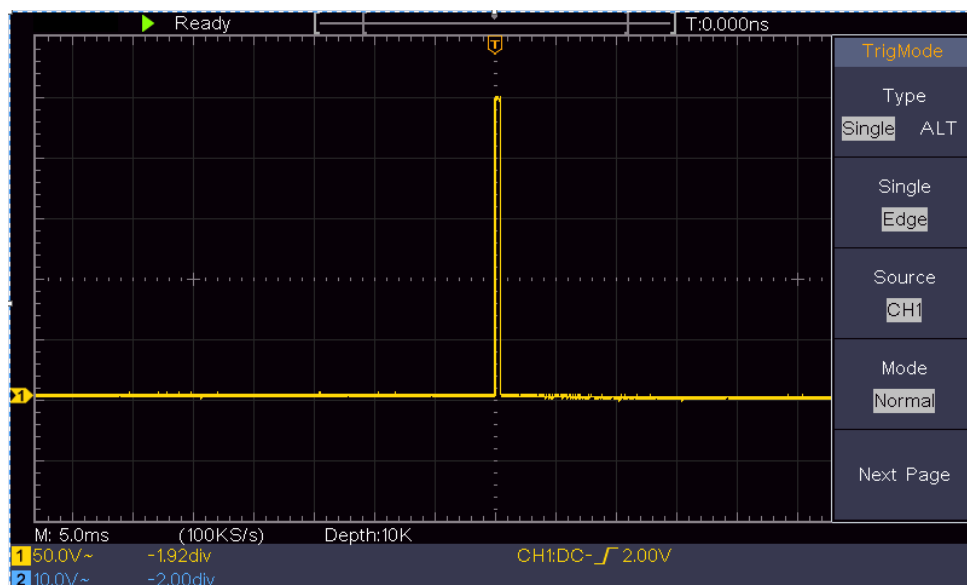

Figura 0-3 Cattura di un singolo segnale
- (2) Regolare le manopole **Vertical Scale** e **Horizontal Scale** per impostare un adeguato intervallo verticale e orizzontale per il segnale da osservare.
- (3) Premere il pulsante **Acquire** per visualizzare il menu di destra.
- (4) Nel menu di destra, seleziona **Acqu Mode** come **Peak Detect**.
- (5) Premere il pulsante **Trigger Menu** per visualizzare il menu di destra.
- (6) Nel menu di destra, selezionate **Type** as **Single**.
- (7) Nel menu di destra, seleziona **Single** as **Edge**.
- (8) Nel menu di destra, selezionate **Source** come **CH1**.
- (9) Nel menu di destra, premere **Next Page**, selezionare **Coupling** as **DC**.
- (10) Nel menu di destra, selezionare **Pendenza** come ( crescente).
- (11) Girare la manopola **Trigger Level** e regolare il livello di trigger al 50% circa del segnale da misurare.
- (12) Controllare l'indicatore di stato di attivazione sulla parte superiore dello schermo, se non è pronto, premere il pulsante **Run/Stop** e iniziare l'acquisizione, attendere che l'attivazione avvenga. Se un segnale raggiunge il livello di trigger impostato, verrà effettuato un campionamento e poi visualizzato sullo schermo. Usando questo approccio, un impulso casuale può essere catturato facilmente. Per esempio, se vogliamo trovare una sbavatura di alta ampiezza, impostare il livello di trigger su un valore leggermente superiore al livello medio del segnale, premere il pulsante **Run/Stop** e attendere un trigger. Una volta che si verifica una sbavatura, lo strumento si attiverà automaticamente e registrerà la forma d'onda durante il periodo intorno al tempo di attivazione. Ruotando la manopola **Horizontal Position** nell'area di controllo orizzontale del pannello, è possibile cambiare la posizione orizzontale di innesco per ottenere il ritardo negativo, rendendo facile l'osservazione della forma d'onda prima che la bava si verifichi (vedere *Figura 0-3*).